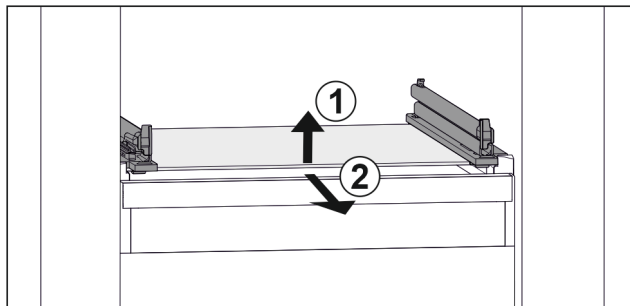

Fig. 114 Eksempel på fremstilling av glassplaten
- ▶ Løft opp glassplaten foran. Fig. 114 (1)
- ▶ Ta ut glassplaten fremover. Fig. 114 (2)